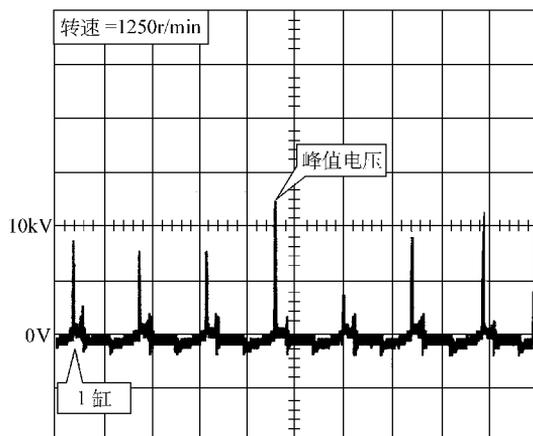

图 3-32 急加速时某缸出现过高波形
(1) 某缸实际峰值明显大于其他缸的峰值 在进行波形检测急加速时，由于气缸压力的增加，各个缸的击穿电压应同步均匀提高。如哪个缸峰值过高，说明该缸点火系的高压系统方面存在很高的电阻，见图 3-32。如高压阻尼线由于使用时间过久，电路导通性不佳，用万用表复查，电阻值明显大于 $20\text{k}\Omega$ ，或火花塞电极发生烧蚀，使点火系电阻过大。